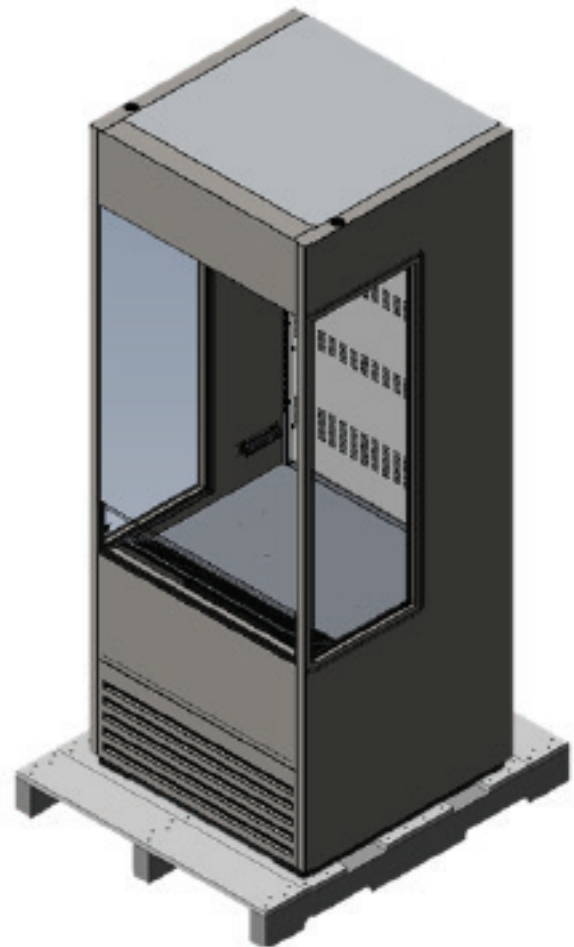

Fig. 1. Retire el embalaje exterior.
1. Retire el embalaje exterior (cartón y envoltura de burbujas o bordes de poliestireno extruido y plástico transparente). Ver la Fig. 1. Inspeccione en búsqueda de daños ocultos. De nuevo, si hay daños, presente inmediatamente un reclamo a la compañía de transporte